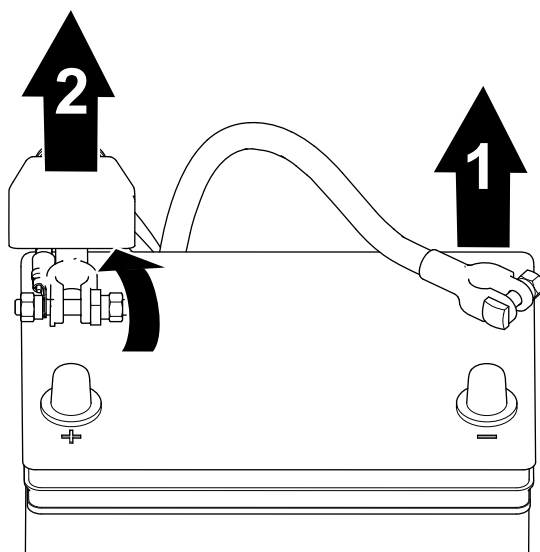

Рисунок 89
1. Отсоедините отрицательный кабель аккумулятора от штыря аккумулятора (Рисунок 89).
2. Снимите изолирующий колпачок и отсоедините положительный кабель аккумулятора от штыря аккумулятора (Рисунок 89).